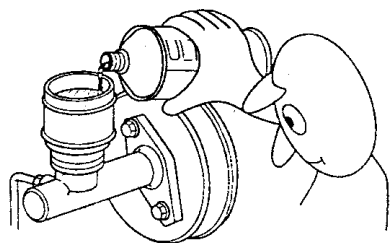

图 1-19 向系统中补充液体
① 如图 1-19 所示, 在向系统中补充液体时, 需要特别小心, 以防灰尘、污物进入系统。